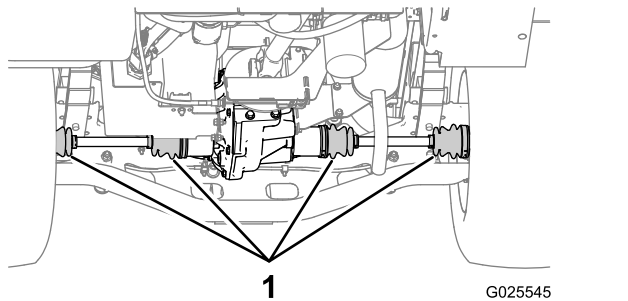

Bild 66
2. Prüfen Sie die Gleichlaufmuffen an den Hinterachsen auf Beschädigungen und austretendes Schmiermittel (**Bild 66**).